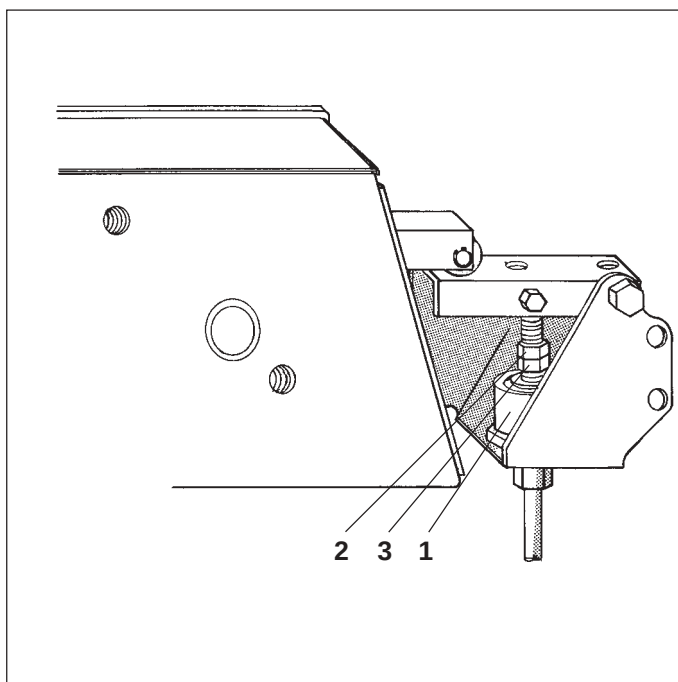

Рис. 13.10
Если гидравлический цилиндр (Рис. 13.10/1) не переключает устройство для установки технической колеи, необходимо произвести следующие установки:
- Подать в гидравлический цилиндр (Рис. 13.10/1) давление из кабины трактора.
- Отвинтить контргайку (Рис. 13.10/2).
- Проворачивать шестигранный винт (Рис. 13.10/3) против часовой стрелки столько, пока устройство для установки технической колеи не переключится с изданием специфического звука.
- Провернуть шестигранный винт (Рис. 13.10/3) на два оборота дальше и снова затянуть контргайку.